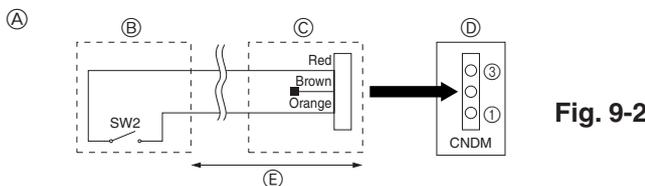

Fig. 9-2
- ① Exempel på kopplingsschema (Behovsfunktion)
- ② Uppställning på plats
- ③ Yttre inadapt (PAC-SC36NA)
- ④ Utomhusenhetens kontrollkort
- ⑤ Max. 10 m
9.2. Behovsfunktion (ändring på plats) (Fig. 9-2)